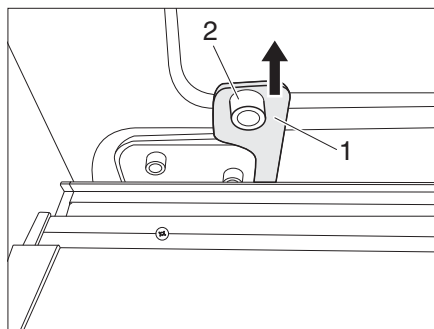

Fig. 24 Déverrouillage de secours
- ▷ Lors d'un déverrouillage de secours, toujours accrocher immédiatement le levier de déverrouillage de secours (Figure 24,1) sur la goupille de position.
- Tirer vigoureusement le levier de déverrouillage de secours (Figure 24,1) vers le haut et l'accrocher immédiatement à la goupille de position (Figure 24,2). La porte coulissante est maintenant découplée et ne peut être ouverte et fermée que manuellement.